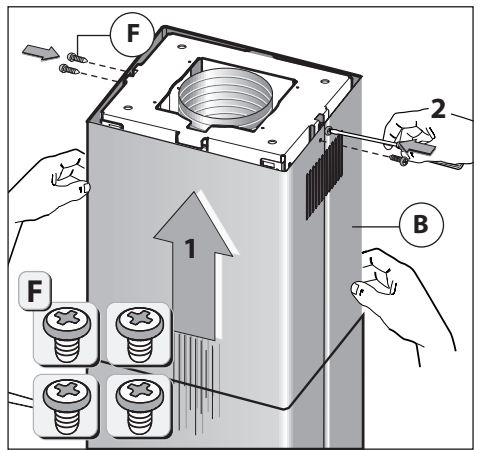

Fig.13
- Die obere Teleskopverschalung **B** am Gestell mithilfe der 4 Schrauben **F** (Abb. 13) befestigen.
- Wenn notwendig, die untere Teleskopverschalung von innen an der Dunstabzugshaube mit den Schrauben **P** befestigen (Abb.13). Schließlich die Filter wieder in ihren Sitz einfügen (Abb.13).